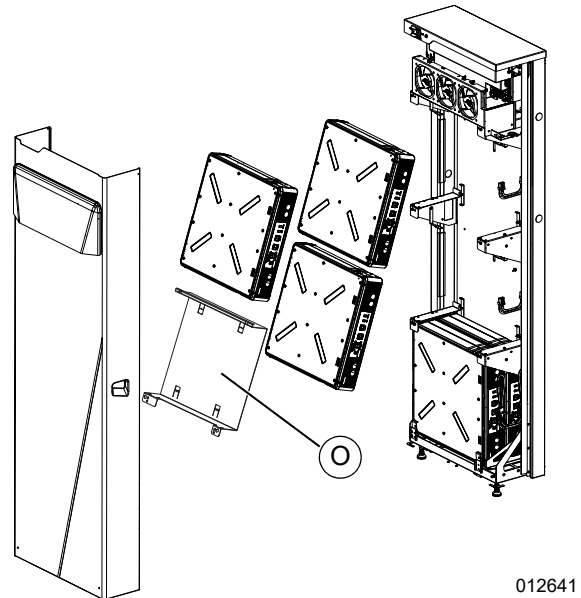

Figura 4-24. Separador de módulo
Consulte la **Figura 4-24**. Los separadores de módulo (O) se deben instalar en cualquier estante de módulo simple.